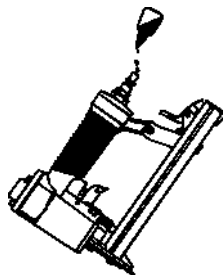

Fig. 3
8. Tryk på låsen for at frigøre det bevægelige magasin, og træk magasinet helt ud, se fig. 3.